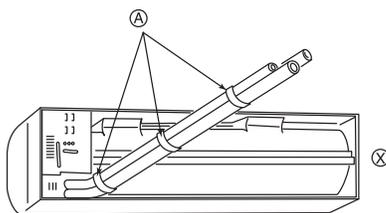
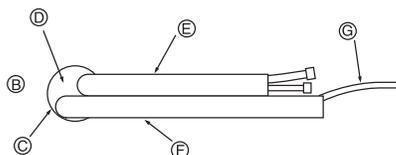

Fig. 3-4
Fig. 3-5
- ① Attachez un fil à l'orifice.
- ② Ce niveau peut être obtenu facilement en attachant un poids au fil et en alignant le fil avec la marque.
① Tuyautage arrière, droit et inférieur (Fig. 3-4)
② Tuyautage gauche et arrière gauche
②-① Pour le tuyautage arrière gauche, sortir les tuyaux de l'orifice pour déterminer leur longueur correcte puis les couder. L'appareil intérieur devrait être installé sur la structure de montage mural. (Fig. 3-5)